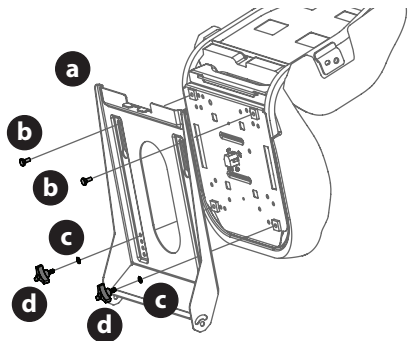

Fig. 4
- a. Para el asiento que se ajuste con perillas, inserte los pernos (b) en los orificios traseros y trabe la arandela (c) y las perillas (d) en el frente. Ajuste bien (Fig. 4).